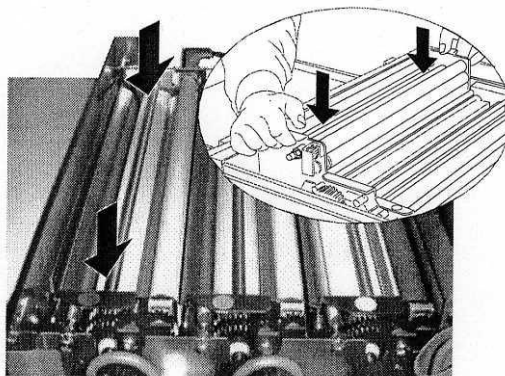

Рис. 6.
- Осторожно поместите стойки обратно на соответствующие резервуары (рис. 6).